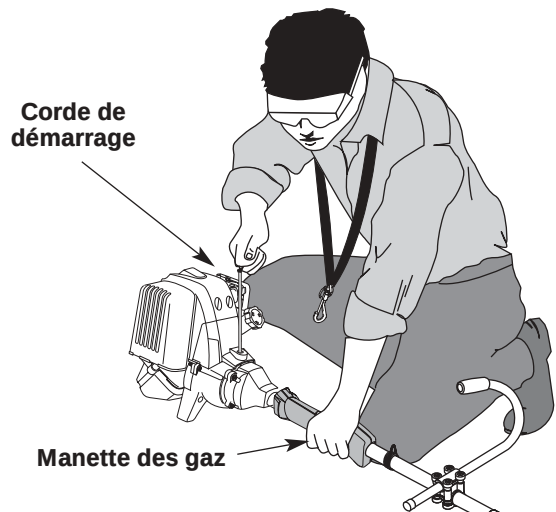

Fig. 22
AVERTISSEMENT : évitez tout démarrage accidentel. Tenez-vous en position de démarrage lorsque vous tirez sur la corde de démarrage (Fig. 22). L'opérateur et l'appareil doivent tous deux être en position stable pour éviter des blessures graves.
1. Relâchez la manette des gaz (Fig. 22). Laissez le moteur refroidir au ralenti.